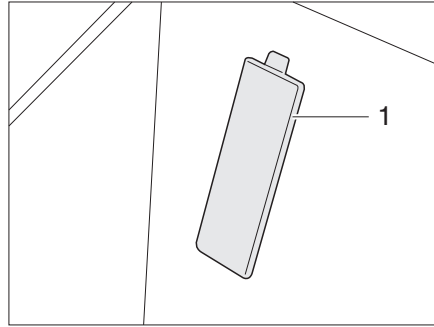

Bild 290 Abdeckung Fahrgestellnummer
- ▷ Die Fahrgestellnummer befindet sich bei Fahrzeugen auf Fiat-Basis hinter einer Abdeckung (Bild 290,1) im Einstieg auf der Beifahrerseite.